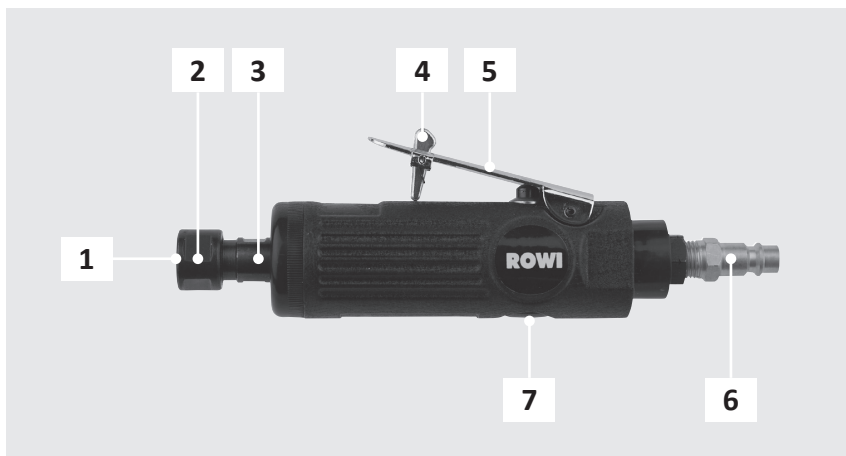

Abb. 3: Geräteübersicht
1. Entfernen Sie die Transportkappe vom Druckluftanschluss des Stabschleifers (siehe Abb. 3, Nr. 6).
2. Schrauben Sie den im Lieferumfang enthaltenen Gewindestecknippel in das entsprechende Gegengewinde am Gerät (siehe Abb. 3, Nr. 6).
1. Wählen Sie einen passenden Schleifstift aus und setzen Sie diesen in die Werkzeugaufnahme (siehe Abb. 3, Pos. 1).
2. Schalten Sie dann den Kompressor ein. Lassen Sie den Kompressor einmal so lange laufen, bis der maximale Kesseldruck erreicht wurde und das Gerät abschaltet. Legen Sie dann zunächst den Sicherheitshebel um (siehe Abb. 3, Nr. 4) und betätigen Sie dann den Auslöser (siehe Abb. 3, Nr. 5), um das Gerät zu starten.
Die Einstellung der Drehzahl erfolgt über die Regulierung der Luftzufuhr (siehe Abb. 3, Nr. 7). Drehen Sie mit Hilfe eines Schlitz-Schraubendrehers die Luftzufuhrschraube im Uhrzeigersinn, um die Drehzahl zu minimieren bzw. gegen den Uhrzeigersinn, um die Drehzahl zu erhöhen.
1. Nehmen Sie zunächst das nicht mehr verwendete Werkzeug aus der Werkzeugaufnahme (siehe Abb. 3, Nr. 1) heraus. Benutzen Sie hierfür die im Lieferumfang enthaltenen Montageschlüssel. Halten Sie mit einem Montageschlüssel die Antriebachse (siehe Abb. 3, Nr. 3) fest und drehen Sie mit Hilfe des zweiten Montageschlüssels die Spannmutter (siehe Abb. 3, Nr. 2) auf. Entnehmen Sie den Schleifstift.